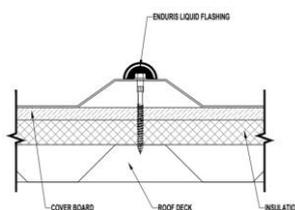

Fig 3
- C. **Parafusos** – Realizar a inspeção, dar o torque nos parafusos existentes, trocar os danificados e aplicar sobre cada parafuso com o auxílio de um pincel o **Selante GE Liquid Flashing**. **(Fig.3)**